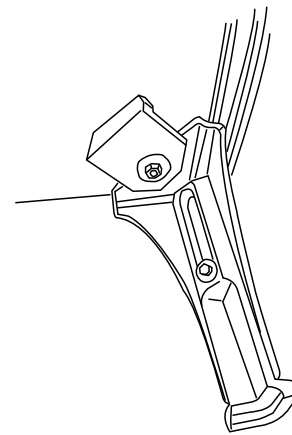

Bild 1: Montering av justerbat ben
2. Lägg försiktigt kaminen på rygg och montera benen enligt Bild 1. Du kan justera benens längd från 220-300 mm. Lyft kaminen till stående, vippa inte upp den. Montera eventuell extra strålskyddsplåt.